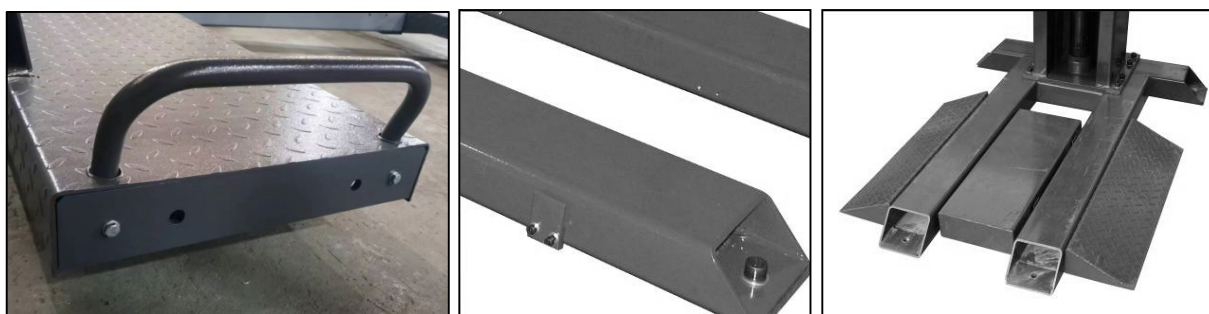

Figura: 11, 12, 13 Protezione antiribaltamento e rampa di
- 12) Fissare la protezione antiribaltamento alla fine della carreggiata (Fig. 11). Avvitare il chip di fissaggio della rampa di accesso alla piastra di base. Quindi fissare le rampe di accesso e la barra centrale. (Fig. 12, 13)